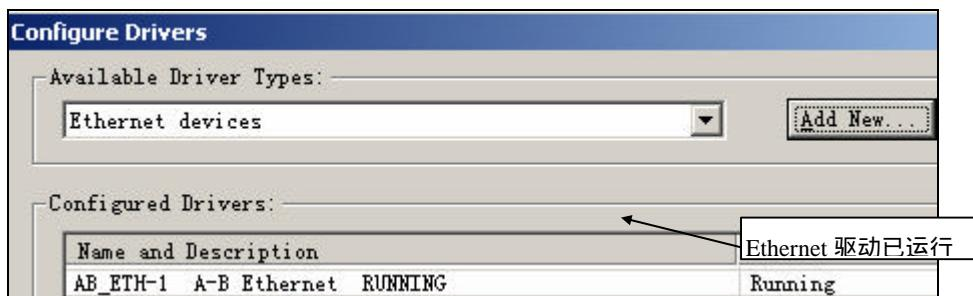

图 4-11 驱动正常运行
5. 单击 OK，在 Configure Driver 窗口下的列表中出现 AB\_ETH-1 A-B EtherNet RUNNING 字样，表示该驱动程序已经运行，如图 4-11 所示。